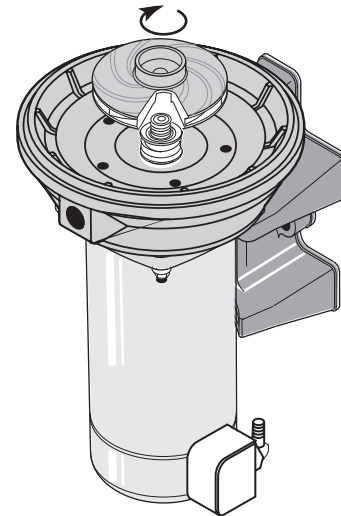

Figure 12
- I. Visser l'impulseur sur l'arbre (dans le sens horaire) tout en immobilisant l'arbre avec une clé à fourche de 7/16 po sur les plats de l'arbre. Le joint prendra automatiquement sa place. Voir la figure 12.